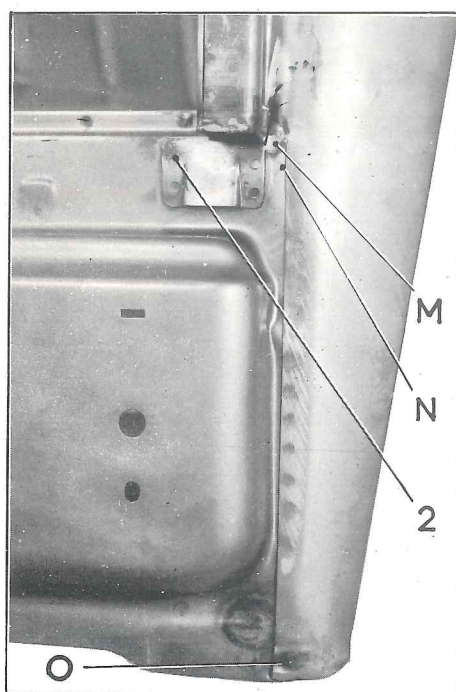

Fig. 9
7. Scier en M (fig. 9) Attention : le carré de tôle 2 (fig. 9) doit rester solidaire du panneau AR.
8. Débraser en N et dessouder suivant NO (fig. 9)